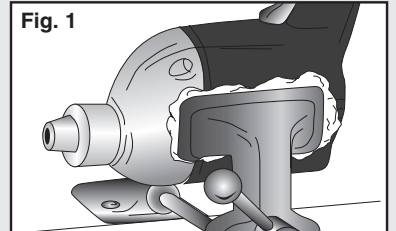

Fig. 2
2. Secure pointed end of axle in drill chuck, leaving 3/8" exposed (**Fig. 2**).
2. Sûre extrémité pointue d'un train dans le mandrin de perçage, laissant 9,5 mm exposés (Fig. 2).